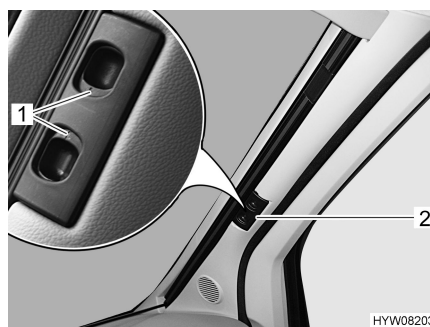

Bild 8 Plisségardin för vindrutan
- Skjut de två hälfterna av plisségardinen för vindrutan utåt så långt det går, ta tag i handtaget (Bild 8,2).
- Låt låshandtagen (Bild 8,1) haka fast.